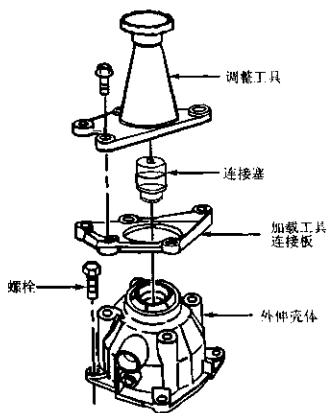
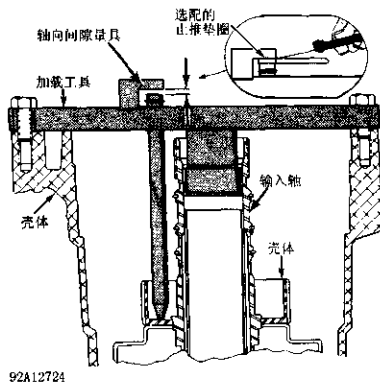

图 2-71 将调整工具和连接板安装到外伸壳体
图 2-72 检查输入离合器壳体轴向间隙
2) 拆下主传动/离合器拆卸/安装器。用输出轴加载/调整工具 (J-26958)、连接塞 (J-26958-10) 和装在外壳体上的加载工具连接板 (J-38385) 来安装外伸壳体 (图 2-71)。用 2 个螺栓, 安装轴向间隙量具 (J-33386) 到变速驱动桥壳体上 (图 2-72)。拧紧螺栓固定轴向间隙量具。为了消除差速器行星架轴向间隙, 用手指拧紧调整工具 (图 2-71)